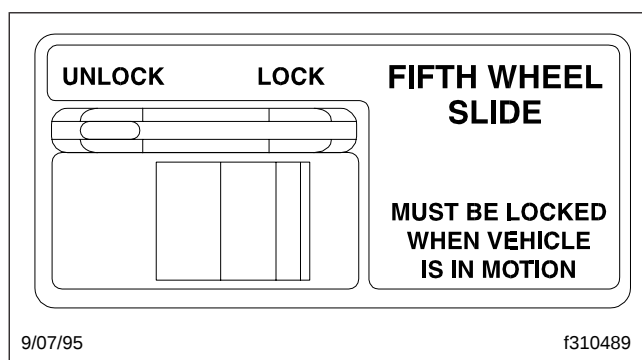

Figura 10.6, Control de la placa deslizable de la quinta rueda, ubicado en la cabina
- 2.1 Para los modelos operados por aire, ponga el interruptor de control operado desde la cabina (**Figura 10.6**) en UN-LOCK (desbloqueo).